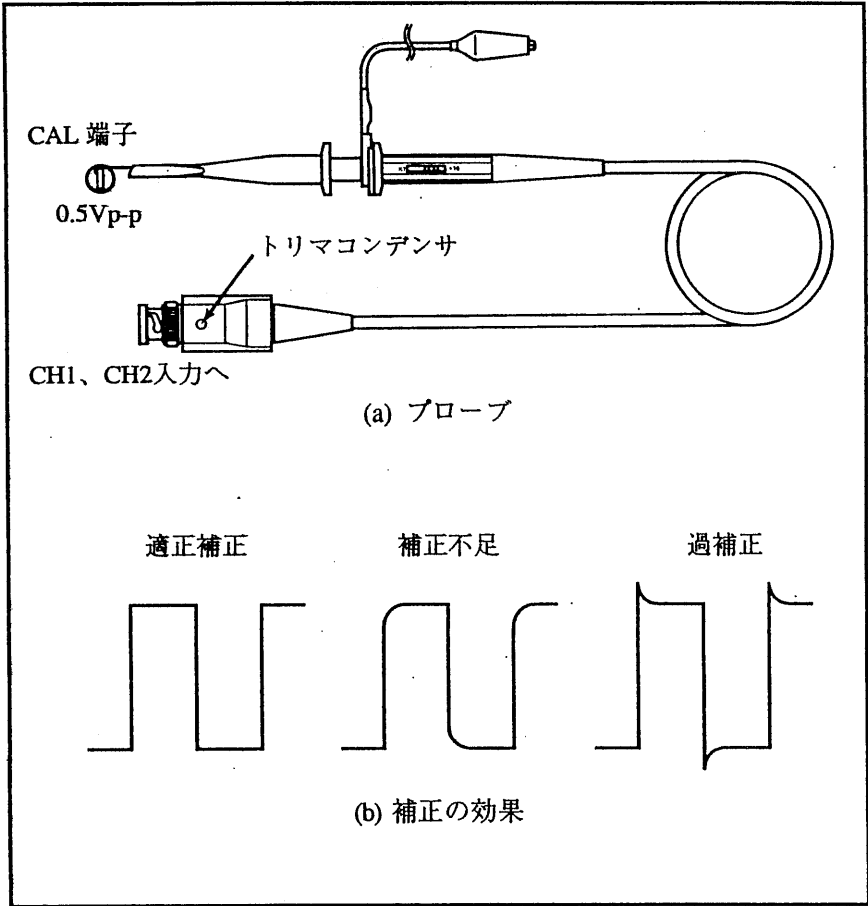

図 3-3 プローブの補正
- 手順8 オプションのプロープのBNCコネクタをCH1 (X) 入力コネクタ[8]に、その他端をCAL端子[32]に接続します。2.5DIVの振幅のパルス波形が表示されます。
- 手順9 パルス波形の上面や下面が傾斜したりオーバーシュート状となっている場合は、補正(本体の入力回路とマッチングをとるためのキャパシタンス調整)を行います。プロープのトリマコンデンサを、小さなネジ回しで回して調整します。図3-3を参照してください。